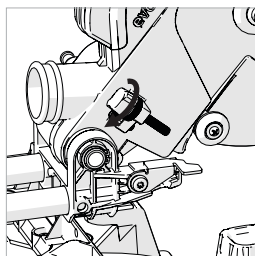

Fig. 26c
- Ajuste el tornillo de mariposa **(Fig. 26c)** para limitar el recorrido de la cabeza de corte hasta la profundidad requerida.